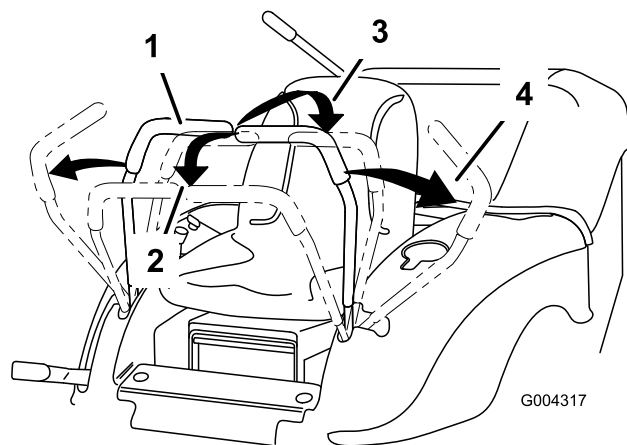

Bild 12
2. Schieben Sie für das Vorwärtsfahren die Fahrtriebshebel langsam vorwärts (Bild 12).
Wenden Sie zum Geradeausfahren auf beide Fahrtriebshebel denselben Druck an (Bild 12).
Verringern Sie zum Wenden den Druck auf den Fahrtriebshebel an der Seite, in deren Richtung Sie wenden möchten (Bild 12).
2. Ziehen Sie zum Rückwärtsfahren die Fahrtriebshebel langsam nach hinten (Bild 12).